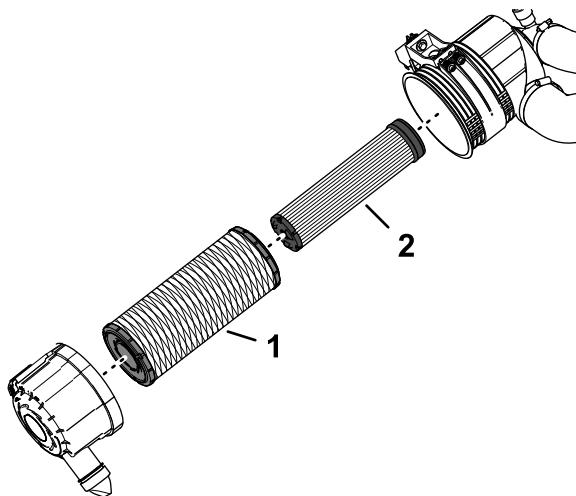

Figure 121
- Vérifiez l'élément de sécurité (Figure 121). S'il est encrassé, remplacez-le.
Important: N'essayez jamais de nettoyer l'élément de sécurité (Figure 121). Remplacez-le une fois sur trois, quand vous effectuez l'entretien du préfiltre.